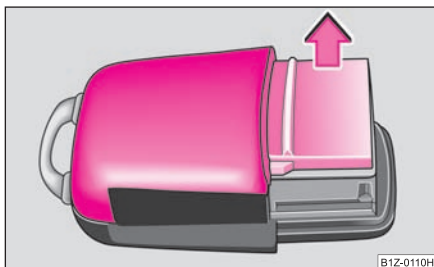

Fig. 35 Capacul carcasei emițătorului
- Scoateți capacul carcasei emițătorului ⇒ fig. 35 în sensul săgeții.